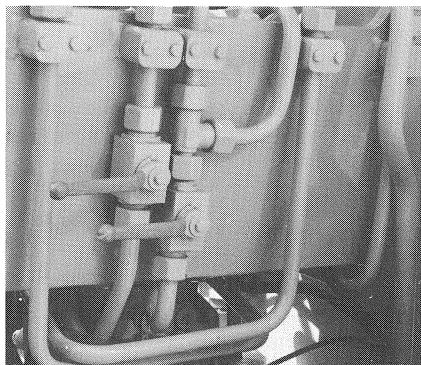

Bild 11
- In der Schaufelarmstellung, wie vorstehend beschrieben, müssen beide Kugelblockhähne geschlossen werden. Die Kugelblockhähne befinden sich in den Arbeitshydraulikrohrleitungen am Vorderwagen (Bild 11). Die roten Handhebel der Kugelblockhähne stehen dann quer zur Durchflußrichtung. Dadurch wird das Absenken des Schaufelarmes und der Schaufel während der Fahrt verhindert.
- In the shovel arm position as described above both plug-and-ball valves have to be closed. The plug-and-ball valves are located in the pipes of the working hydraulic in the front chassis (fig. 11). The red hand levers of the plug-and-ball valves are then crosswise to the flow direction. This prevents the lowering of the shovel arm and of the shovel during driving operation.
- Lorsque la flèche se trouve dans la position indiquée ci-dessus, fermer les deux robinets de blocage se trouvant sur les conduites hydrauliques de travail (fig. 11). Les manettes rouges sont alors obliques par rapport à la direction d'écoulement. De cette manière, ni la flèche ni le godet ne peuvent s'abaisser pendant la marche.